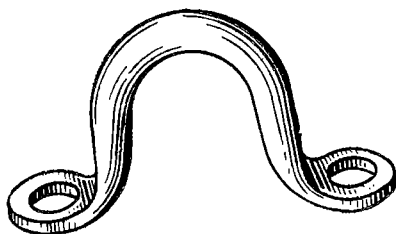

Рис. 88. Скоба для демонтажа и монтажа двигателя
5. Скоба (рис. 88) для снятия и установки двигателя.